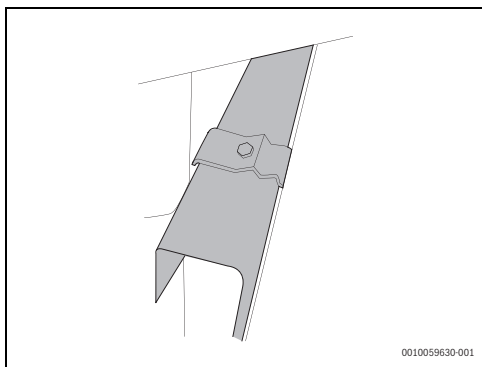

Fig. 32
- S'assurer que tous les composants (y compris les attaches du capteur → fig. 32) sont bien alignés avant de serrer les vis.